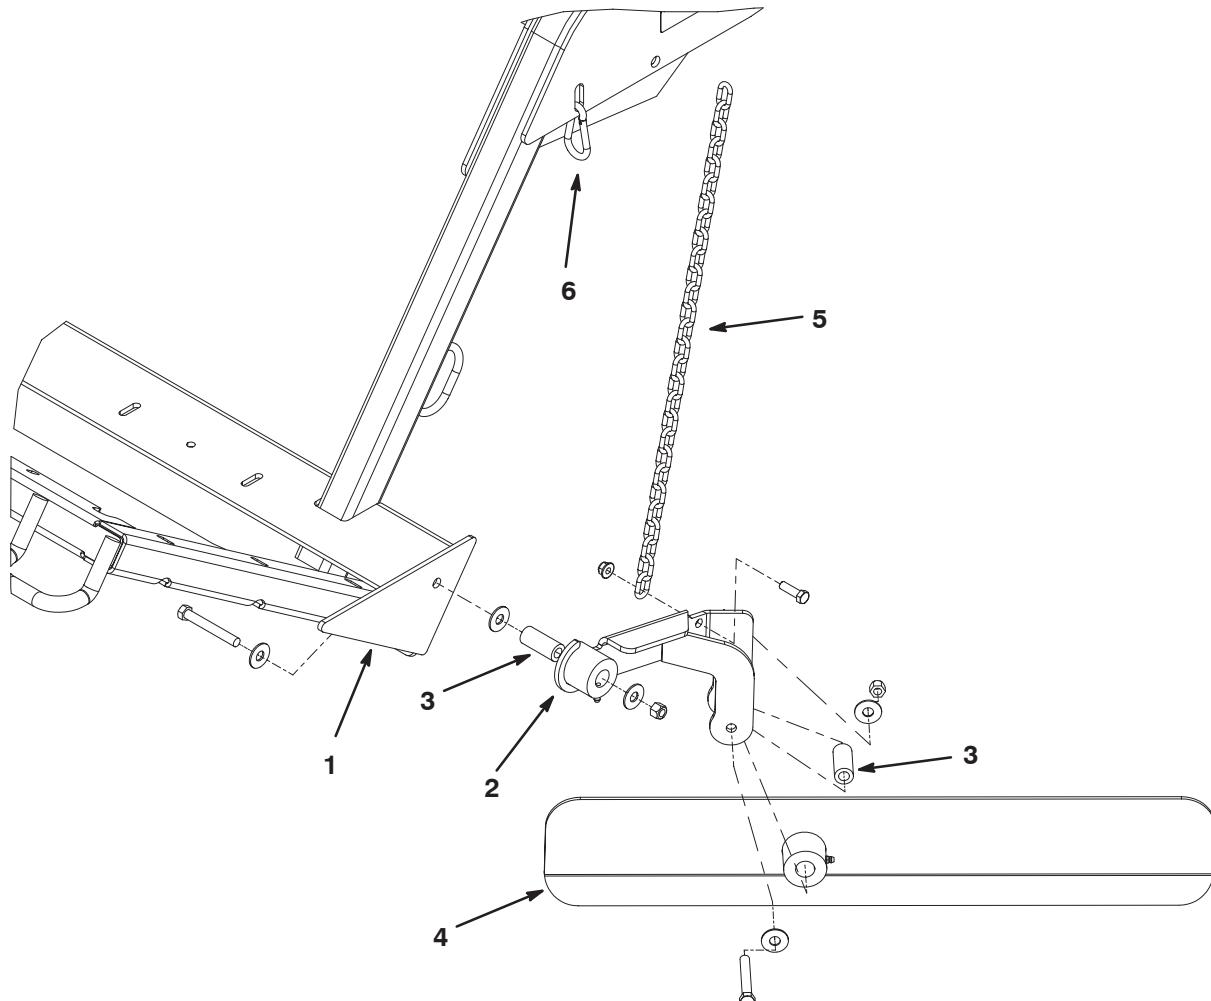

Figura 27
1. Fissate il gruppo di fissaggio della lama al lato sinistro del telaio della spazzatrice con una vite a testa cilindrica da 7/16 x 3-14 poll. di lunghezza, tre rondelle piane, un distanziale e un dado di bloccaggio. Collocate i componenti come illustrato nella Figura 27.
2. Fissate la lama Windrow al gruppo di fissaggio con una vite a testa cilindrica da 7/16 x 3-14 poll. di lunghezza, due rondelle piane, un distanziale e un dado di bloccaggio. Assembrate i componenti come illustrato nella Figura 27. Posizionate il lato più lungo della lama lontano dalla spazzatrice.